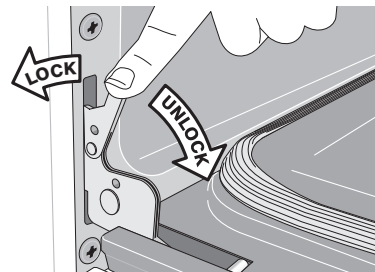

Figure 32 : Verrous des charnières de porte
1. Ouvrir complètement la porte du four, parallèle au plancher (voir Figure 32).
3. Ouvrir complètement la porte du four, parallèle au plancher (voir Figure 32).